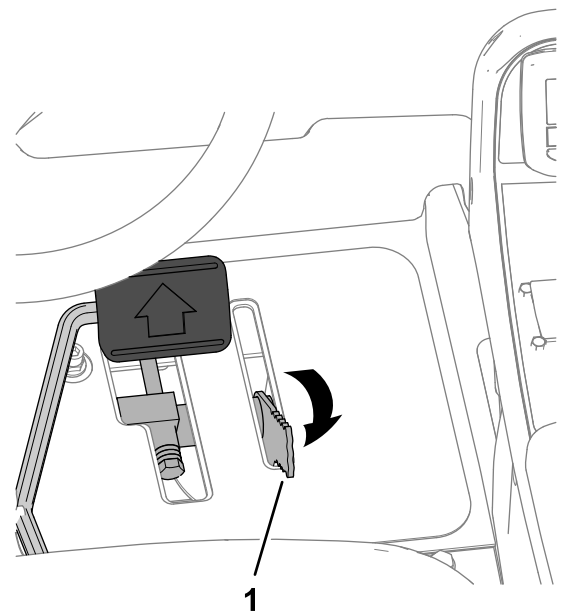

Figure 58
3. Amenez le levier du limiteur de vitesse de tonte vers l'arrière à la position TRANSPORT (Figure 58).